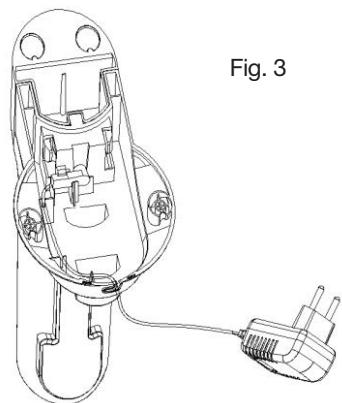

Fig. 3
3. Passez le câble d'alimentation dans les encoches sous le socle puis, passez le câble dans le guide-fil comme indiqué sur la **figure 3**.